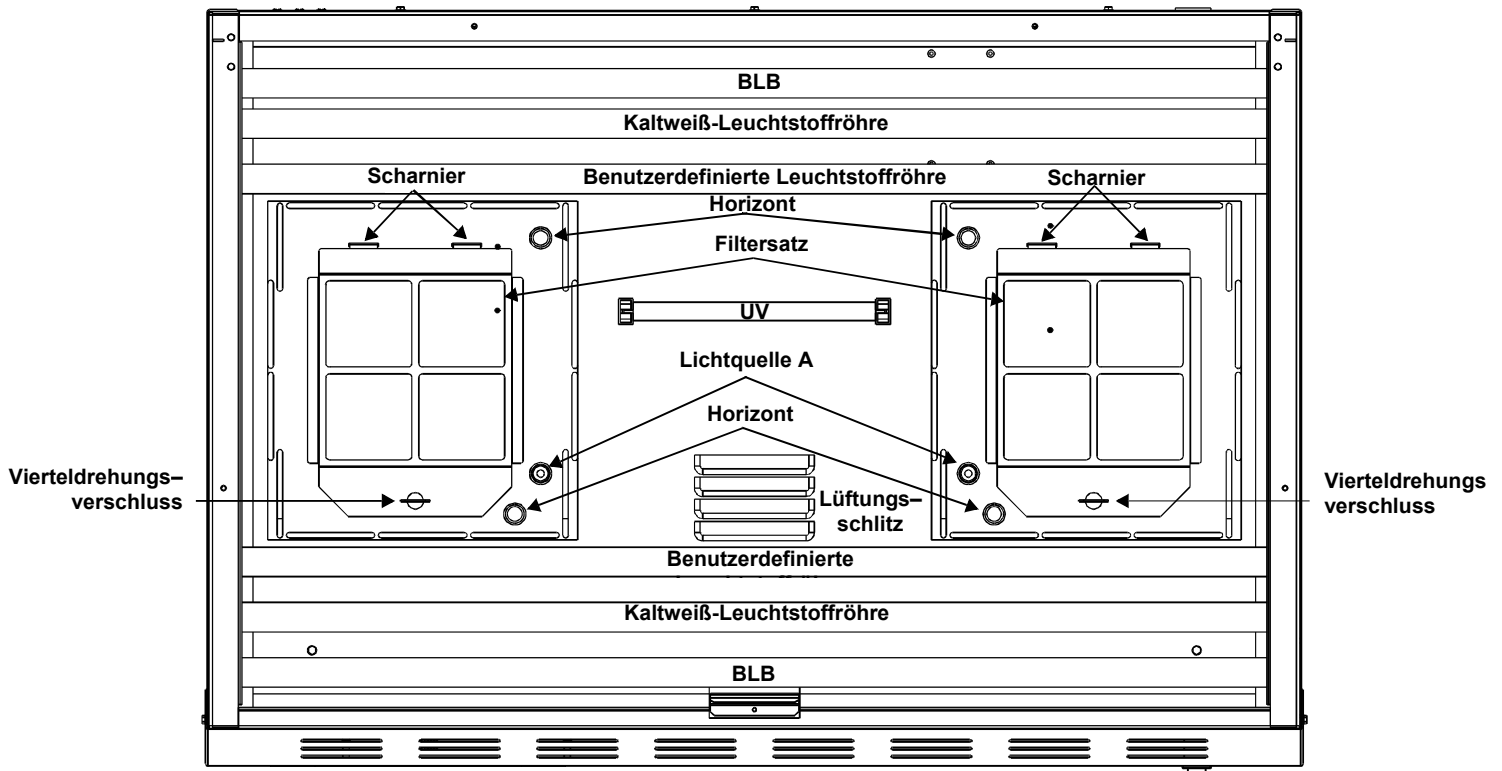

Abbildung 14. Filter- und Lampenposition
6. Lösen Sie den Vierteldrehungsverschluss. Siehe Abbildung 14. Drehen Sie die Filtereinheit nach unten.
4. Lösen Sie den Vierteldrehverschluss, und senken Sie die Streuscheibe. Siehe Abbildung 14. Schieben Sie die Filtereinheit zur Seite, und nehmen Sie sie heraus.